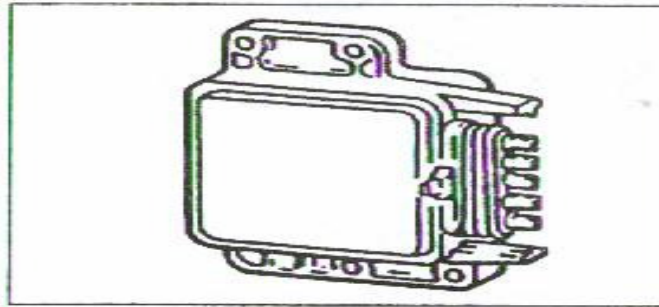

Figura 4.7. - Modulo ESC
- Un módulo ESC como el de la figura 4.7 (Parte integral del MEM-CAL en vehículos con un sistema de inyección del tipo MPFI como en los vehículos Cavalier y Z24; en vehículos con TBI como la Blazer, S10, Nevada y Pick-Ups Silverado el módulo ESC es independiente).